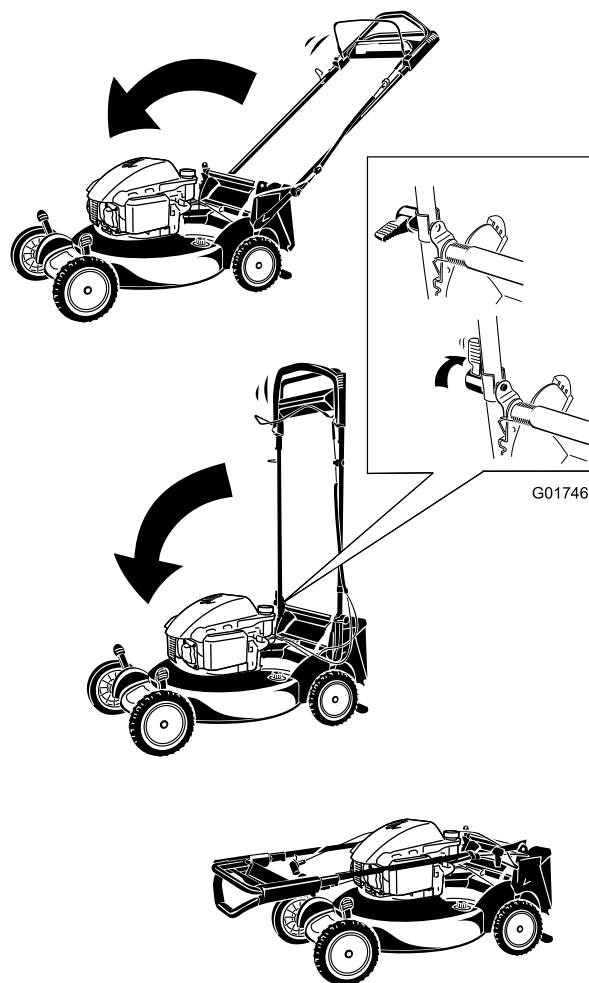

Figura 45
1. Doble el manillar hacia adelante (Figura 45).